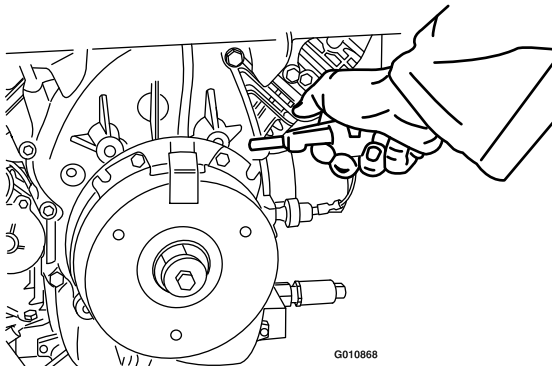

Figure 69
3. Soufflez de l'air comprimé sous le pôle et autour des entretoises du frein pour éliminer tout débris (Figure 69).